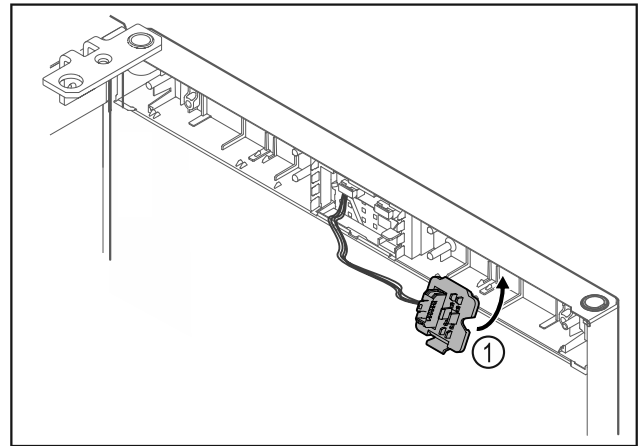

Fig. 15
- ▶ Držalo vtiča Fig. 15 (1) pritrdite na nasprotno stran.